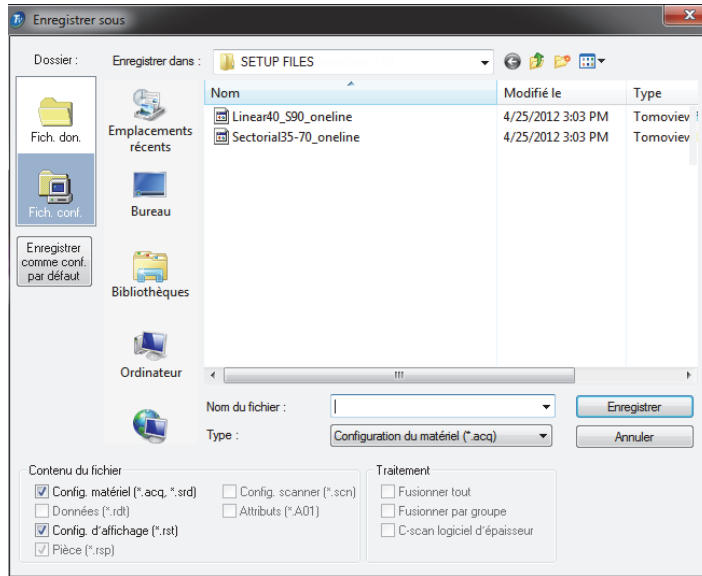

Figure 4-2 Boîte de dialogue Enregistrer sous
2. Dans la boîte de dialogue **Enregistrer sous** qui apparaît, faites ce qui suit (Figure 4-2 à la page 105) :